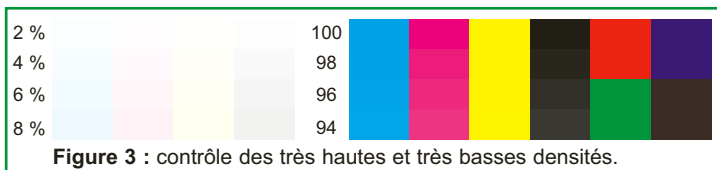

Figure 3 : contrôle des très hautes et très basses densités.
- Éléments pour contrôle visuel des très hautes et très basses densités C'M'J'N' Ces carreaux RVB permettent une détection visuelle de variations de densités sur les primaires C', M' ou J' en à plat (Figure 3) : En effet est plus facile de voir une anomalie de teinte sur ces carreaux que de percevoir une anomalie de densité sur les primaires.